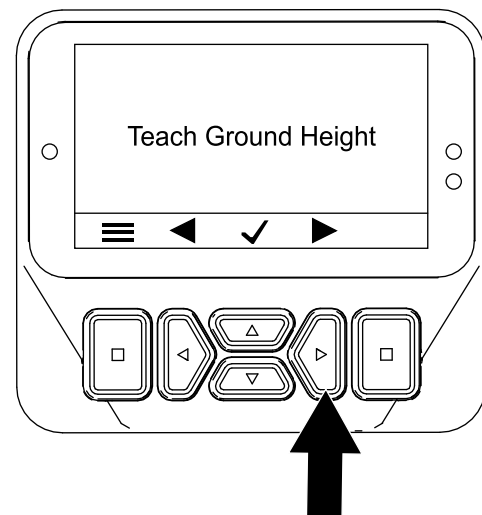

Figura 46
3. Apăsai butonul dreapta de două ori pentru a afișa ecranul Calibrating the Tine Ground Height (Calibrare înălțime la sol dinți) (Figura 46).